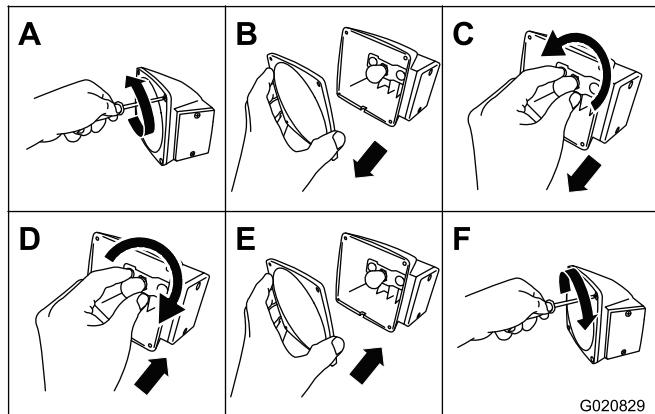

Figure 55
1. À l'aide d'un tournevis, retirez les 4 vis du grand verre carré sur le feu (Figure 55).
2. Déposez le verre (Figure 55).
3. Poussez sur l'ampoule et tournez-la dans le sens antihoraire pour la retirer de la douille (Figure 55).
4. Poussez une ampoule neuve 1157 dans la douille et tournez-la dans le sens horaire pour la bloquer en place (Figure 55).
5. Reposez le verre et les 4 vis (Figure 55).